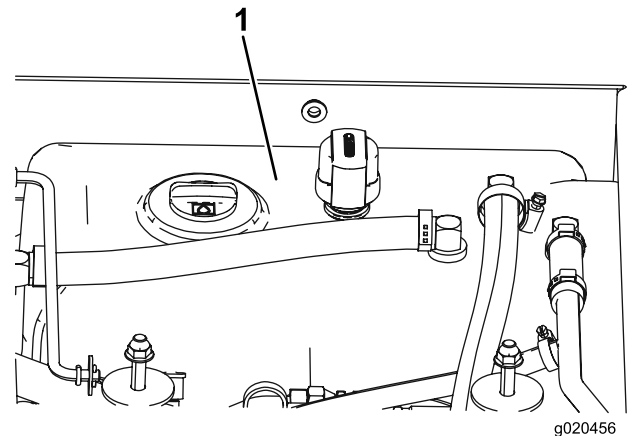

Bild 71
3. Füllen Sie den Hydraulikbehälter (Bild 71) mit Hydrauliköl, siehe Prüfen des Hydrauliköls \(Seite 28\).